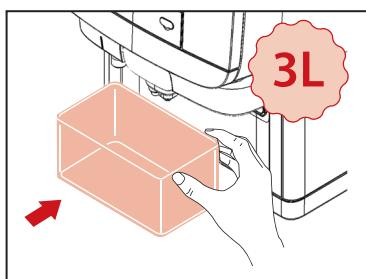
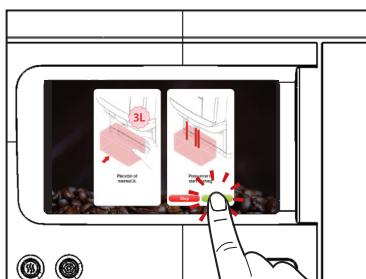

Fig.3
Fig.4
3. Poġġi kontenitru ta' 3 litri (Ara Fig.3) taħt l-iżbokki tax-xarbiek, imbagħad aghħfas **IBDA** (Ara Fig.4).